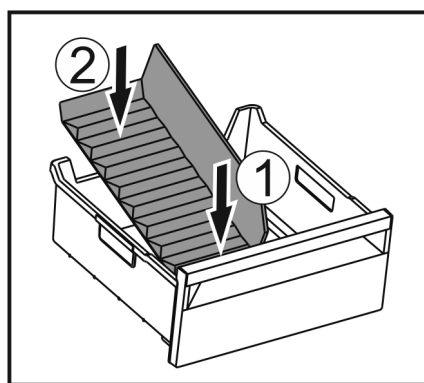

Fig. 118
- 装入冰格分隔器前部。 Fig. 118 (1)
- 将冰格分隔器后部放低至抽屉底板。 Fig. 118 (2)